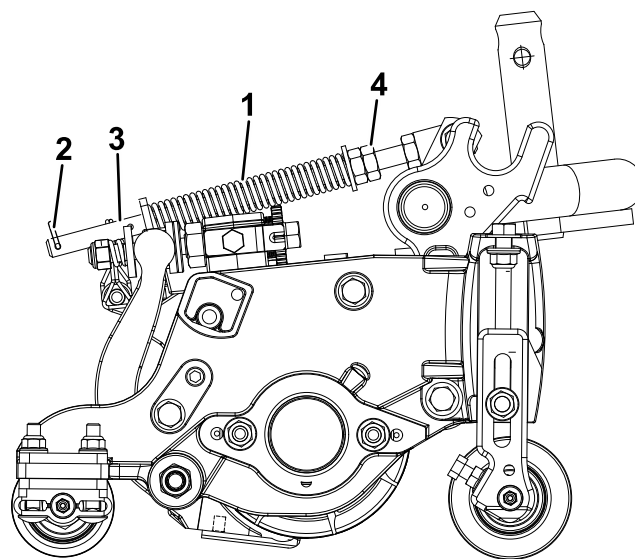

図 11
2. スプリングロッド前部の六角ナットを締めて、スプリング（圧縮状態）の長さが12.7 cm になるようにする（図 11）。
ターフ補正スプリング（図 11）は、前ローラから後ローラへと、カッティングユニットの体重移動を行います。（これによりユニットを安定させ、いわゆる「波打ったような」仕上がり（ポッピングとかマーセリングといわれる現象）を防いでいます。
1. ヘアピンコッターがスプリングロッドの後の穴に差し込まれていることを必ず確認しておいてください（図 11）。